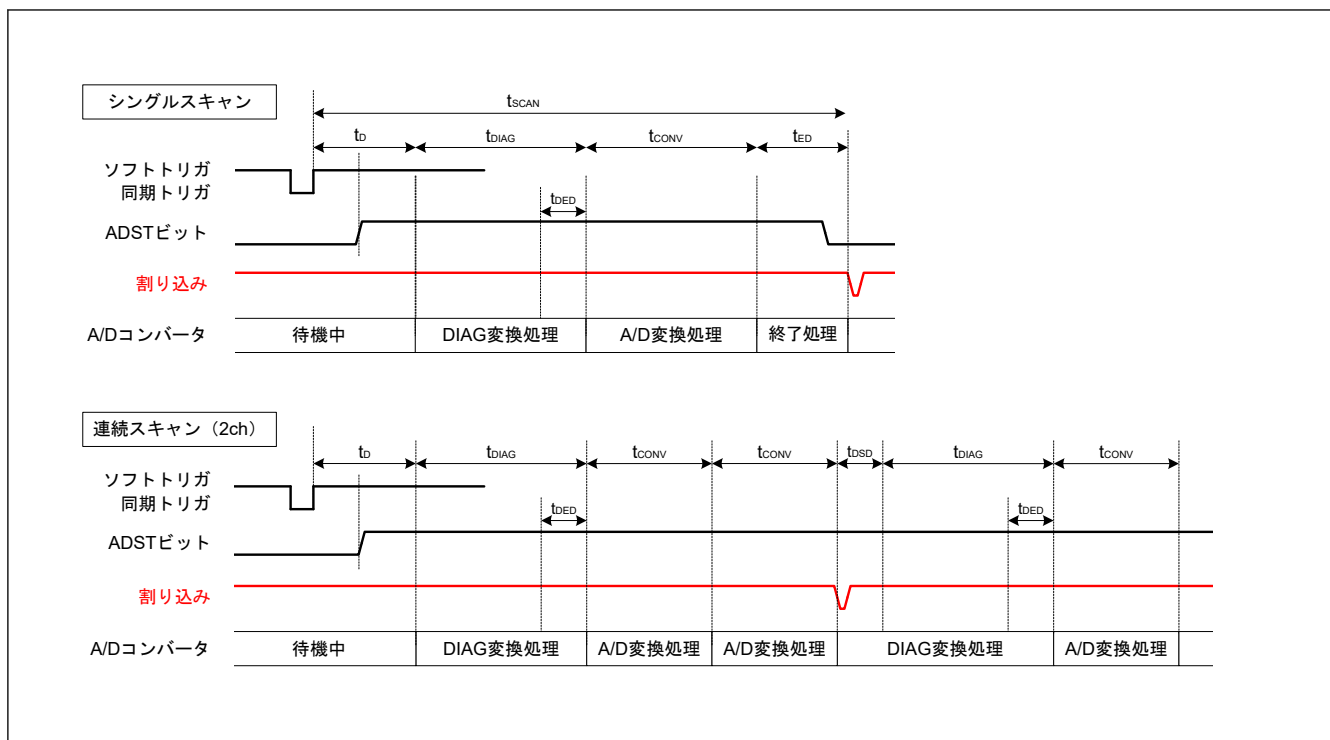
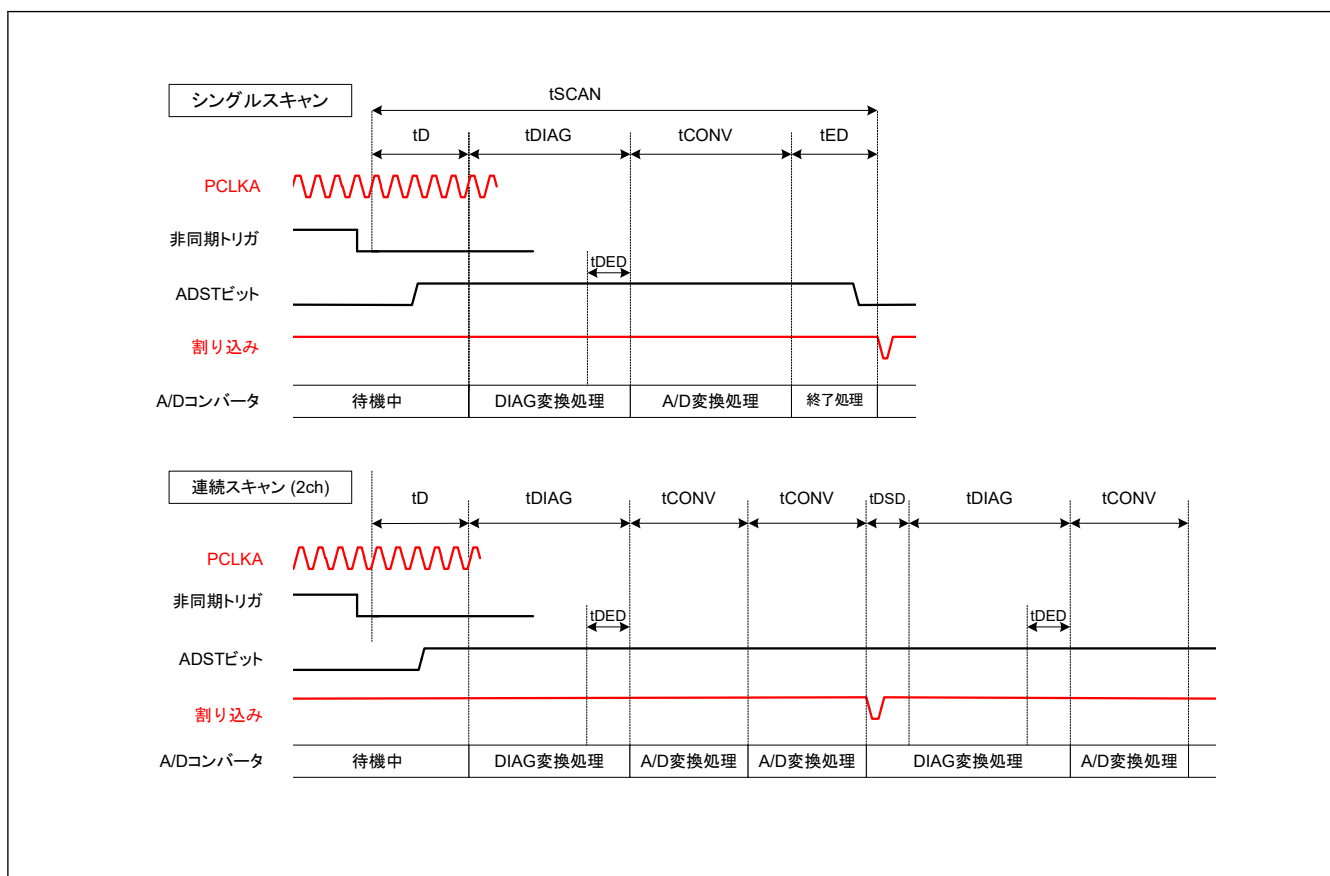

図 39.26 スキャン変換のタイミング (ソフトウェア起動または同期トリガ入力 (ELC) 起動の場合)
図 39.27 スキャン変換のタイミング (非同期トリガ入力 (ADTRG0) 起動の場合)
図 39.26 に、ソフトウェアトリガまたは同期トリガ (ELC) 起動によりスキャン変換を行う場合のタイミングを示します。また、図 39.27 に、非同期トリガ (ADTRG0) 起動によるスキャン変換を行う場合のタイミングを示します。スキャン変換時間 (t_{SCAN}) はスキャン変換開始遅延時間 (t_D)、断線検出アシスト処理時間 (t_{DIS}) (注1)、自己診断変換時間 (t_{DIAG} および t_{DSD}) (注2)、A/D 変換処理時間 (t_{CONV})、スキャン変換終了遅延時間 (t_{ED}) を含めた時間となります。
- 注 1. t_D 、 t_{SPLSH} 、 t_{DIAG} 、 t_{CONV} 、 t_{ED} の各タイミングについては、図 39.26 および 図 39.27 を参照してください。